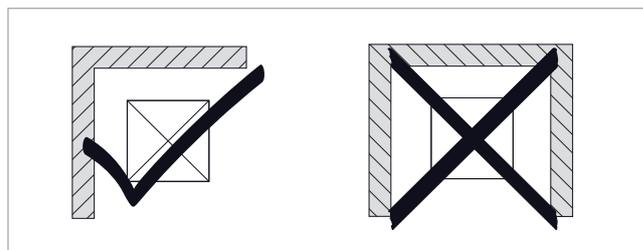

Abb. 7: Aufstellbedingungen in der Nähe von Wänden
- Wärmepumpe nicht in dreiseitig geschlossenen Strukturen aufstellen, siehe → Abb. 7.